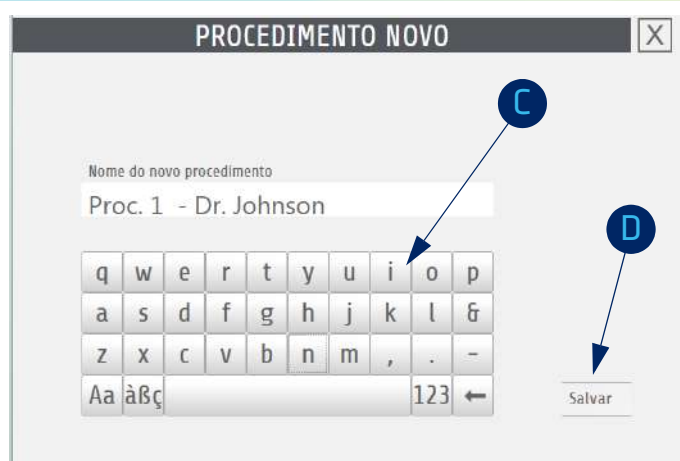

Fig. 180: Novo procedimento
3. No pop-up (fig. 180), insira um nome para o novo procedimento [C].